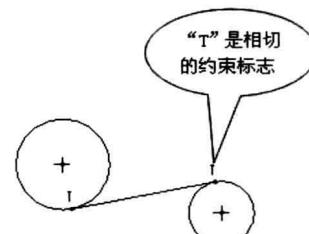

图 2-3 相切直线
- (1) 点击“草绘器”工具栏中的【直线相切】按钮“”。
- (2) 点击第一个圆或圆弧。
- (3) 点击第二个圆或圆弧。
- (4) 按鼠标中键结束命令，相切直线如图 2-3 所示。